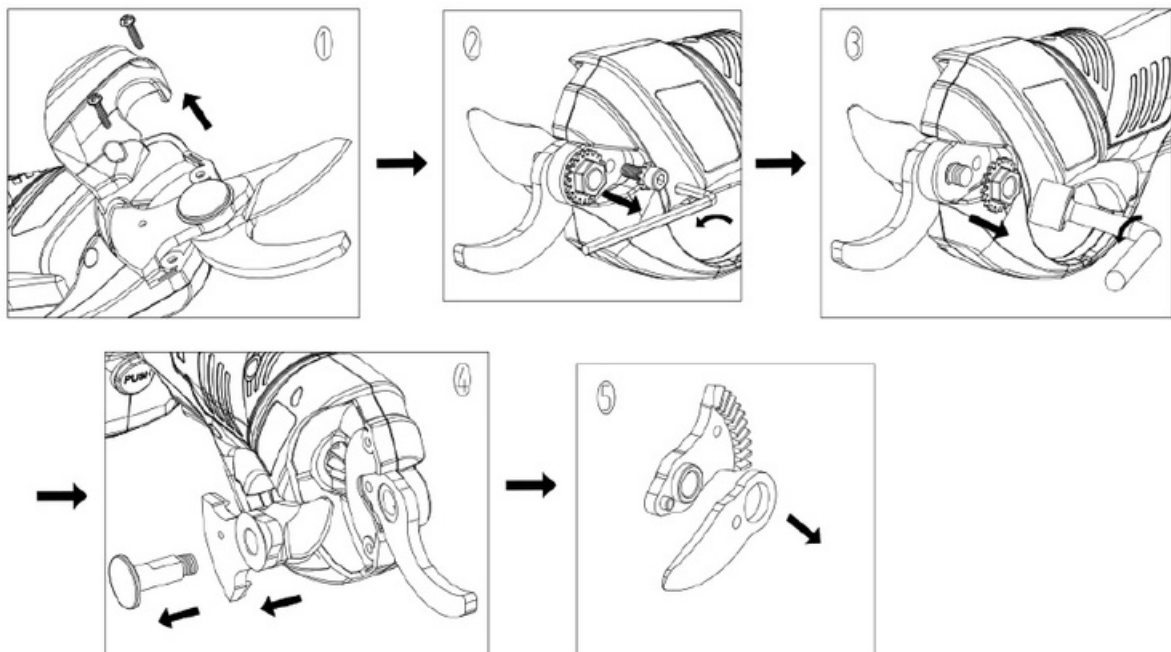

Fig. 4
6.2- Remplacement de la lame (Fig. 4)
- ① Pour retirer le couvercle de la lame, desserrez les vis à l'aide d'un tournevis approprié.
- ② Utilisez une clé hexagonale appropriée pour retirer la vis hexagonale.
- ③ Utilisez une clé à douille appropriée pour retirer l'écrou hexagonal.
- ④ Retirez le boulon du sécateur.
- ⑤ Retirez l'ancienne lame et installez une nouvelle lame ou une lame affûtée.